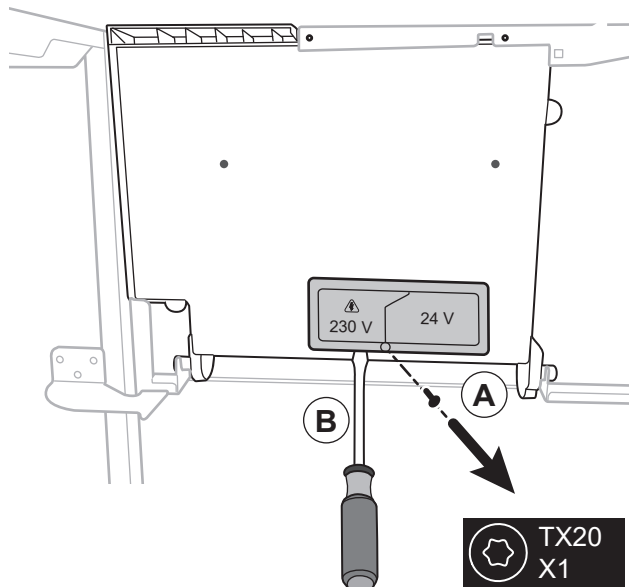

fig. 20 - Accès bornier Installateur
- Ouvrir la trappe (voir fig. 20).